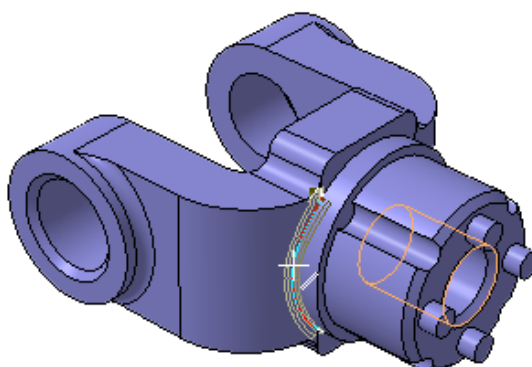

Рисунок 86.
- Укажите ребро в основании круглой бобышки (рис. 86).